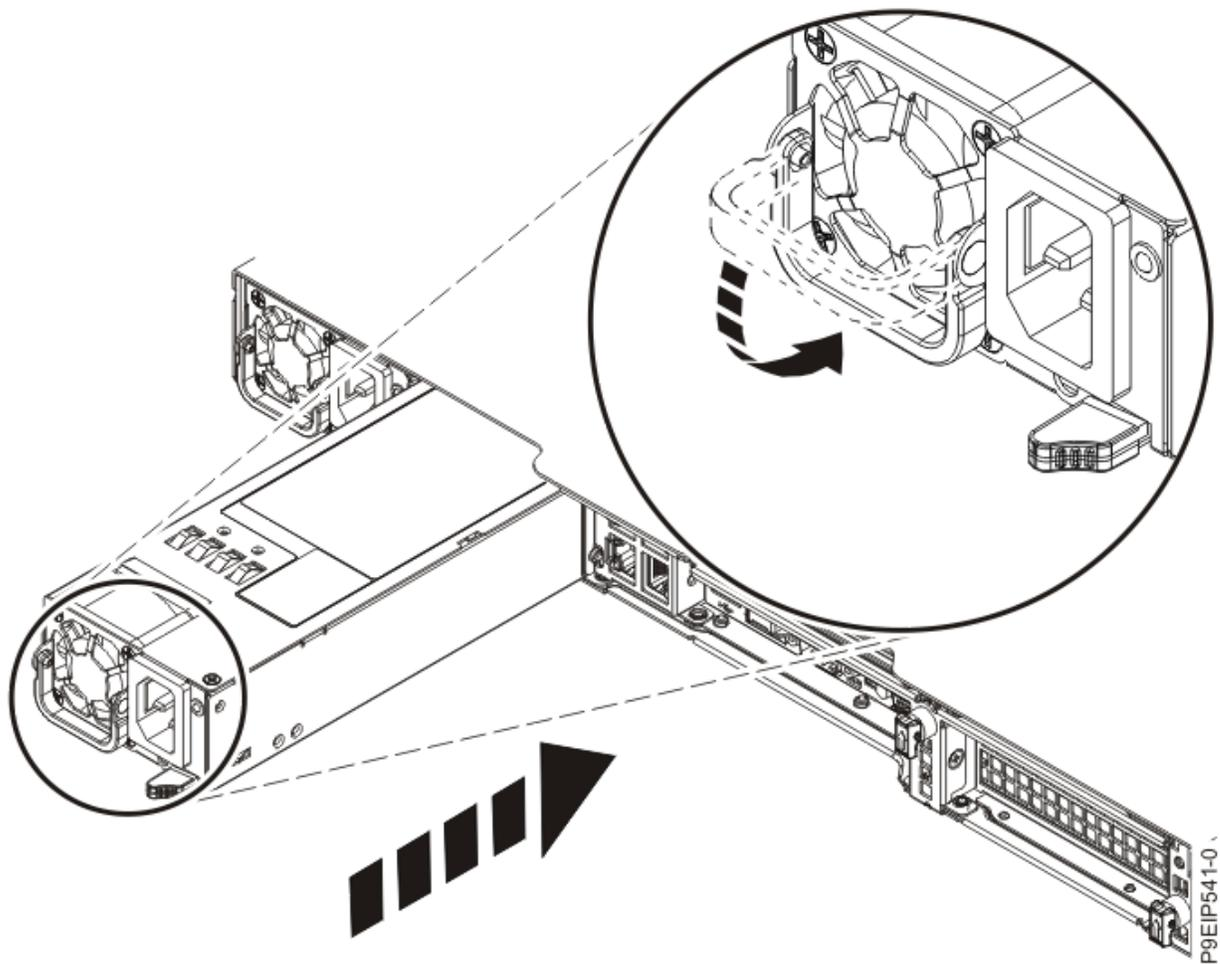

図 28: システムの電源装置の再取り付け
2. 電源装置をベイに位置合わせします (32 ページの図 28 を参照)。ファンが左側にあり、プラグが右側にあるようにします。ラッチが所定の位置にロックされるまで、電源装置をシステム内に押し込みます。